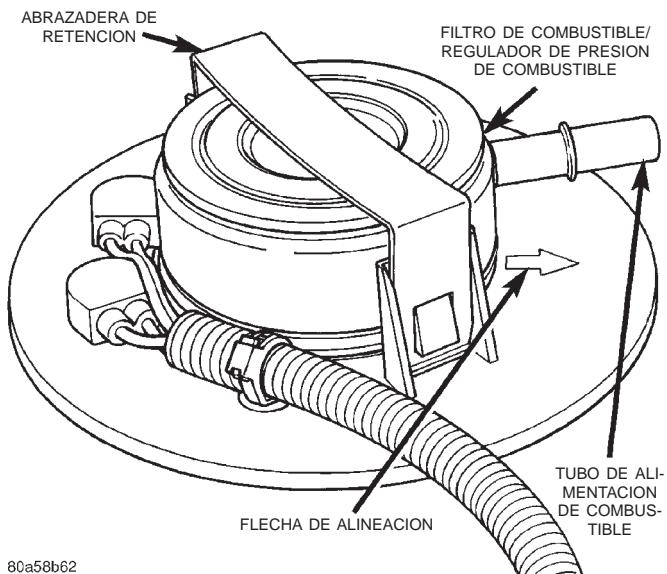

Fig. 21 Filtro de combustible/regulador de presión de combustible
(1) Retire el depósito de combustible. Consulte Desmontaje instalación del depósito de combustible.
(2) Limpie la zona alrededor del filtro/regulador.
(3) Desconecte el conducto de combustible del filtro/regulador. Para informarse sobre los procedimientos, consulte Racores de conexión rápida en este grupo.
(4) Retire la abrazadera de retención de la parte superior del filtro/regulador (Fig. 21). La abrazadera encaja a presión en las lengüetas del módulo de la bomba. Deseche la abrazadera usada.
(5) Saque el filtro/regulador de la parte superior del módulo de la bomba haciendo palanca con 2 des-
(1) Limpie la zona deprimida del módulo de la bomba donde se instalará el filtro/regulador.
(2) Obtenga un filtro/regulador nuevo (ya debe llevar instalados dos anillos O).
(3) Aplique una pequeña cantidad del aceite de motor limpio a los anillos O. **No instale los anillos O por separado dentro del módulo de la bomba ya que se dañarían al instalar el filtro/regulador.**
(4) Instale una junta nueva en la parte superior del módulo de la bomba.
(5) Presione el filtro/regulador nuevo dentro de la parte superior del módulo de la bomba hasta que encaje a presión en su posición (debe oírse o percibirse un sonido clic acentuado).
(6) La flecha (Fig. 21) moldeada dentro de la parte superior del módulo de la bomba de combustible debe apuntar hacia la parte delantera del vehículo (posición de las 12 horas).
(7) Gire el filtro/regulador hasta que el tubo de alimentación de combustible (conexión) quede apuntando hacia la parte delantera del vehículo (posición de las 12 horas).
(8) Instale una abrazadera de retención nueva (la abrazadera encaja sobre la parte superior del filtro/regulador y se traba en los rebordes del módulo de la bomba).
(9) Conecte el conducto de combustible en el filtro/regulador. Para informarse sobre los procedimientos, consulte Racores de conexión rápida en este grupo.
(10) Instale el depósito de combustible. Consulte Desmontaje e instalación del depósito de combustible.